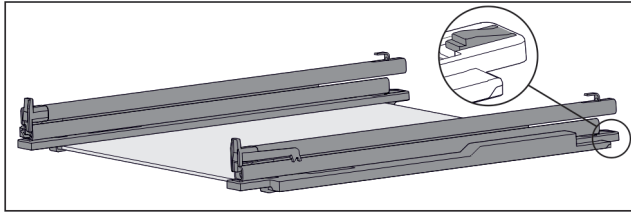

Fig. 128 Glasplatte mit Schienen und Halteteilen
- Halteteil hinten herunterdrücken (siehe Fig. 128) und gleichzeitig Schiene nach hinten schieben.